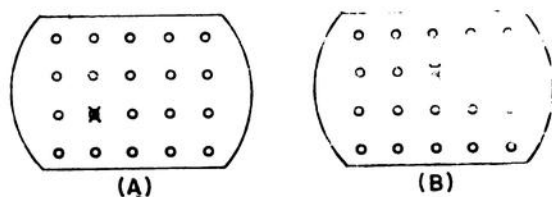

figura 5-5 - movimento R-U na tela (A) antes (B) depois.
quos são obtidos pela combinação de duas direções; a figura 5-5 mostra um movimento oblíquo resultante do deslocamento para a direita (R) e para cima (U).